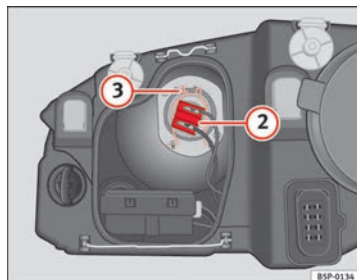

Fig. 191 Feux de croisement
- Retirez le connecteur ⇒ fig. 191 ② de l'ampoule.
- Décrochez le ressort entrebâilleur ⇒ fig. 191 ③ en le pressant vers l'intérieur et vers la droite.